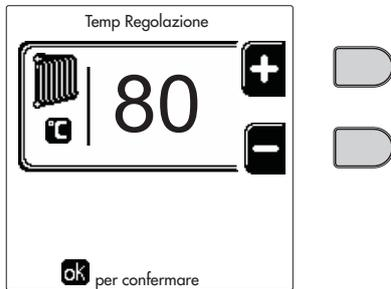
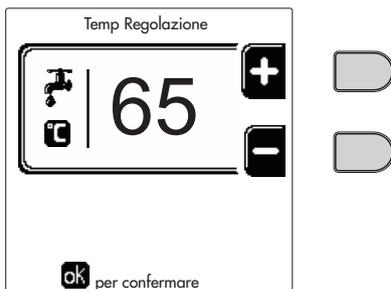

fig. 12
fig. 14
- **ON**. In caso di richiesta Riscaldamento/Sanitario, la caldaia lavora alla Temperatura di Regolazione Riscaldamento/Sanitario (fig. 12/fig. 14) impostata.
- **IR**. In caso di richiesta Riscaldamento/Sanitario, la caldaia lavora alla Temperatura di Regolazione Ridotta. La temperatura Ridotta si ottiene sottraendo il valore della Temperatura Regolazione Riduzione (fig. 13/fig. 15) alla Temperatura di Regolazione Riscaldamento/Sanitario (fig. 12/fig. 14) impostata.